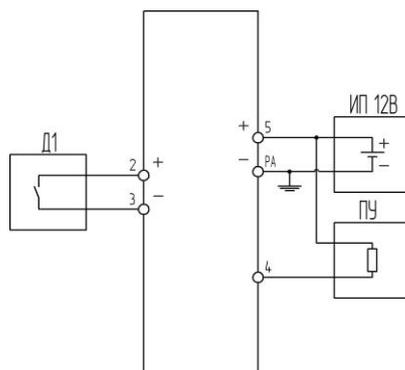

Рисунок 1 - Схема подключения датчика «сухой контакт»
- 4.1.2 В данной схеме (см. **п.9 «Схемы подключения», Рисунок 1**) сигнал опроса датчика поступает с контакта «2» барьера и значение его напряжения практически равно значению напряжения питания барьера (12 В). При замыкании контактов датчика через них будет протекать ток (типовое значение 4,5 мА), который вызовет срабатывание выходного ключа барьера и через вторичный преобразователь потечет ток.